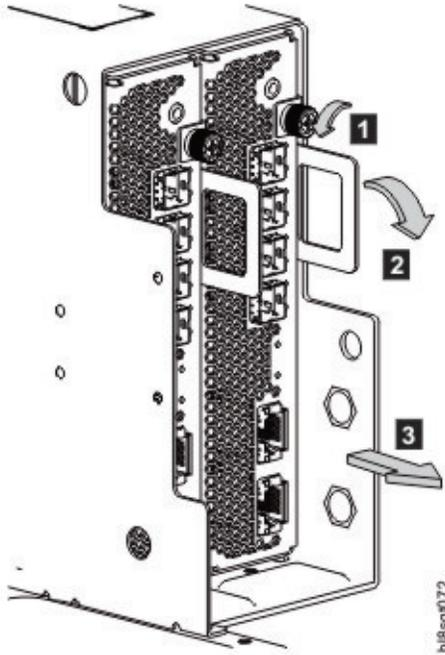
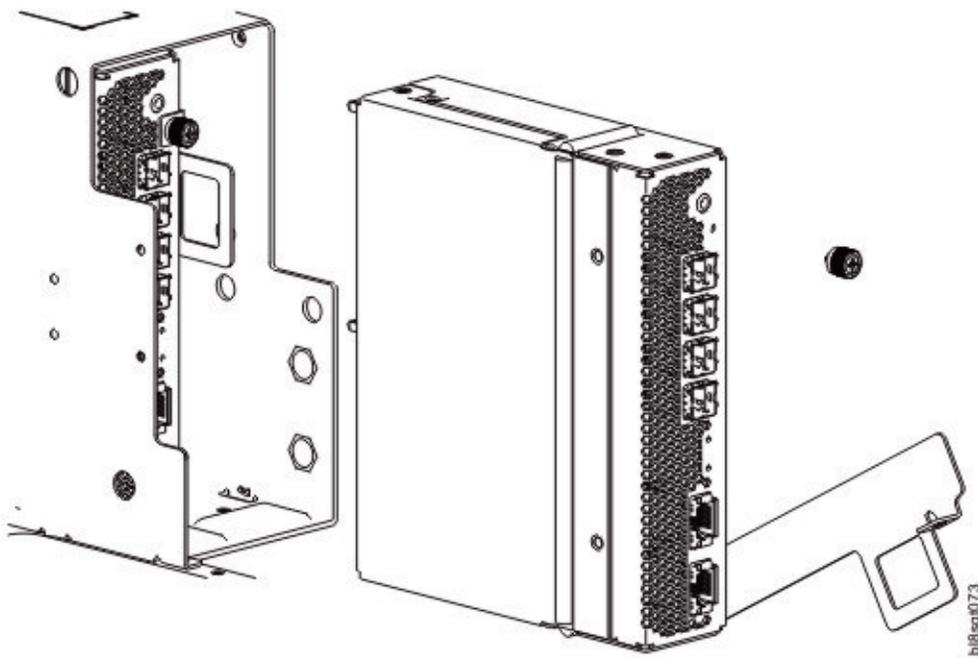

Рисунок 75. Удаление IOM/модуля расширения EBOD (1 из 2)
Рисунок 76. Удаление IOM/модуля расширения EBOD (2 из 2)
3. Разблокируйте ручку защелки IOM/модуля расширения EBOD, повернув винт с накатанной головкой против часовой стрелки, как показано в пометке с цифрой 1 в разделе рис. 75 на стр. 89.
4. Зажмите ручку защелки IOM большим и указательным пальцами и потяните. Поверните ручку наружу и вниз для извлечения IOM/модуля расширения EBOD из корпуса, как показано в пометке с цифрами 2 и 3 на рисунке рис. 75 на стр. 89.
5. Удерживая рукоять защелки выдвиньте IOM/модуль расширения EBOD вперед из разъема, как показано на рисунке рис. 76.
**Примечание:** Перед выполнением данной процедуры рассмотрите рис. 76 на стр. 89 и рис. 75 на стр. 89, игнорируя стрелку-указатель. В процессе установки ИОМ/модуль расширения EBOD перемещается в противоположном направлении.